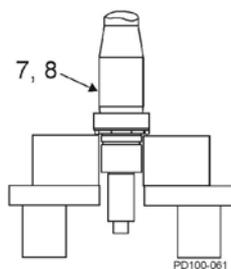

Abb. 46 Schmieren der Welle
1. Schmieren Sie den vorderen Lagerbereich der Welle (Abb.46, Pos. 7 und 8) mit Öl oder Fett. Platzieren Sie diese aufrecht in einer Hydraulikpresse mit dem Förderende nach unten.